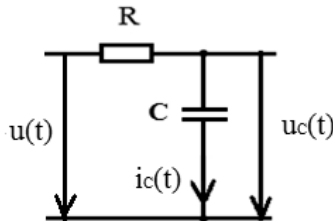

Рис. 8
Рассмотрим цепь, принципиальная электрическая схема которой показана на рис. 8.
3.2. Используя рис.8, рассчитать и построить зависимости амплитудного значения и начальной фазы (при $\varphi_u = 0$) тока в RC – цепи от частоты в